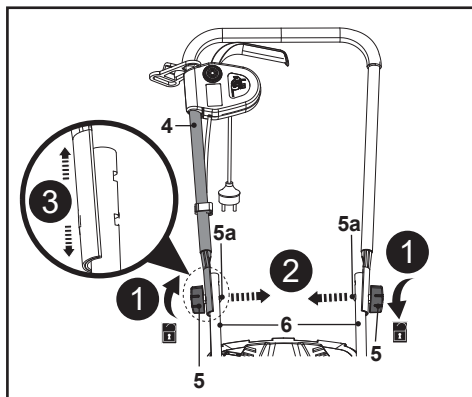

Fig. 9
1. Tenir le guidon supérieur (4) d'une main.
2. Dévisser le bouton de verrouillage (5) dans le sens antihoraire, puis retirer le bouton de verrouillage (5) et le boulon de montage (5a) (Fig. 9, étapes 1, 2).
3. Choisir l'autre trou de montage du guidon inférieur (6) pour monter le guidon supérieur (4) à la hauteur de guidon souhaitée (Fig. 9, étape 3).